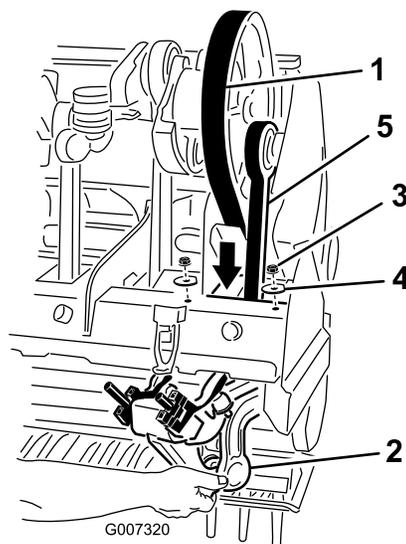

Bild 34
5. Lösen und nehmen Sie die zwei (2) Sicherungsmuttern und Scheiben ab, mit denen der Rotalink-Stoßdämpfer für den Stampfarm Nr. 1 befestigt ist (Bild 34).
7. Verlegen Sie den Treibriemen durch den Rahmen des Stachelkopfes und um das untere Ende des Stampfarms Nr. 1 Bild 34